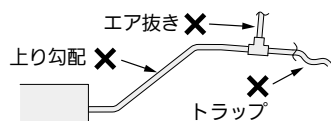

図 9
- 接続部より上り勾配で配管しないでください。(ユニット停止時、ドレン水が逆流して水漏れの原因になります) (図 9)
(ドレン水が吹き出ることがあります) (図 9)
- 途中に立上げやトラップを作らないでください。(異常音の原因になります) (図 9、11)